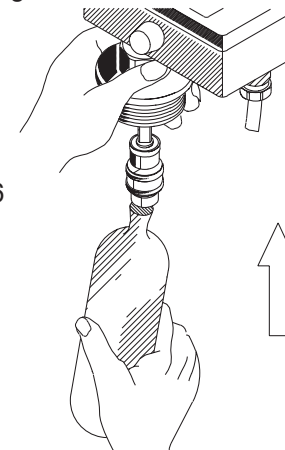

Abb. 6
- Setzen Sie den neuen Schwimmer schräg gegen die Halterung an und klinken Sie ihn durch Hochdrücken ein (Abb. 6).